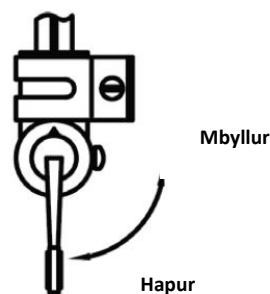

Fig 6
(1) Karburanti. Motori me benzinë është i një cilindri, tipi dy goditje, karburanti është përzierja e benzinës dhe vajit, raporti i përzierjes: benzinë -40 : vaj 2 cikle -1.
(2) Hapja e karburatorit (shih Fig. 6) duke e kthyer dorezën në drejtim do të thotë "ndezur", ndërsa ta kthesh atë në një kënd prej 90° do të thotë "fikur".